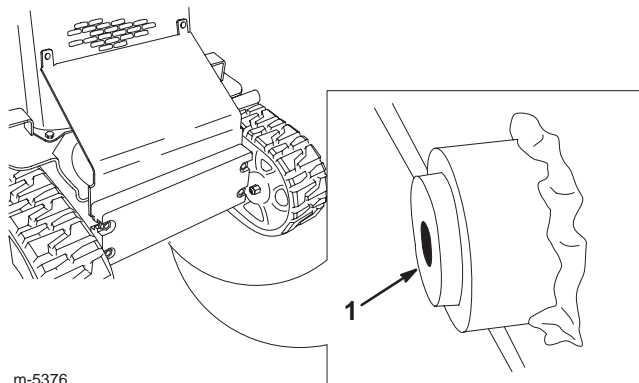

Figure 46
6. Placez un grand bac de vidange (d'au moins 56,8 litres de contenance) sous le bouchon de vidange à l'avant du groupe de déplacement (Fig. 46).
7. Retirez le bouchon de vidange pour permettre à l'huile de s'écouler dans le bac de vidange (Fig. 46).